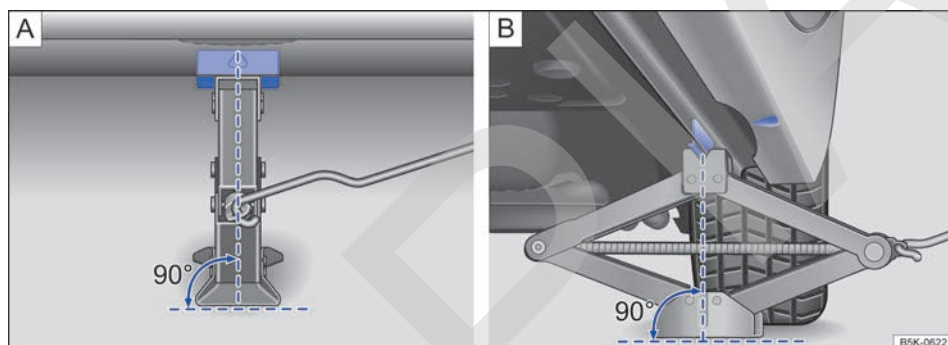

Fig. 241 Gato colocado en el lado izquierdo del vehículo, en la zona trasera.
8. Asegúrese de que toda la base del gato descanse firmemente sobre el suelo y de que se encuentre exactamente debajo del punto de apoyo en vertical → fig. 241 [A] y [B].
9. Centre el gato y siga subiéndolo con la manivela hasta que la garra sujete el refuerzo de debajo del vehículo → fig. 241.
- Coloque el gato solamente en los puntos descritos. La garra del gato deberá sujetar bien el refuerzo del larguero inferior → fig. 241.